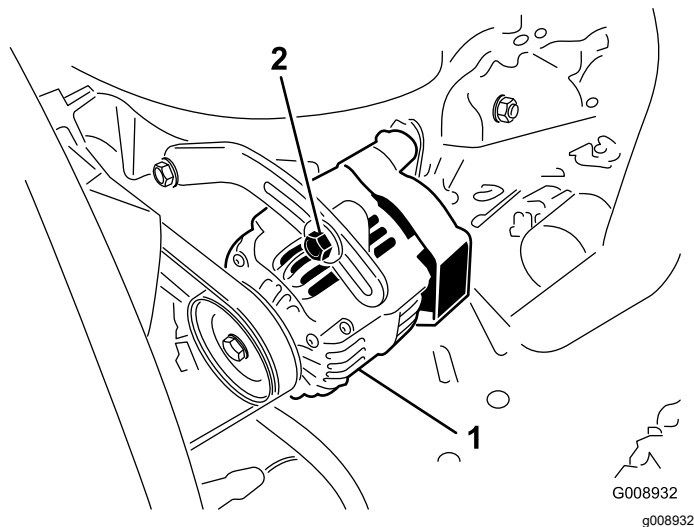

Figura 52
2. Si la desviación no es de 10 mm ($\frac{3}{8}$ "), afloje los pernos de montaje del alternador (Figura 52).